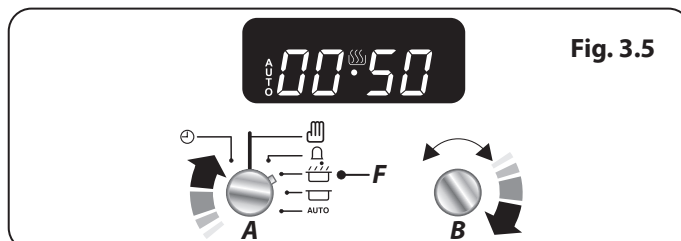

Fig. 3.5
1. Tournez le bouton de la minuterie (A) sur le réglage du temps de cuisson (F). Tournez le bouton de réglage (B) dans le sens horaire afin de définir durée du temps de cuisson requis (Fig. 3.5).